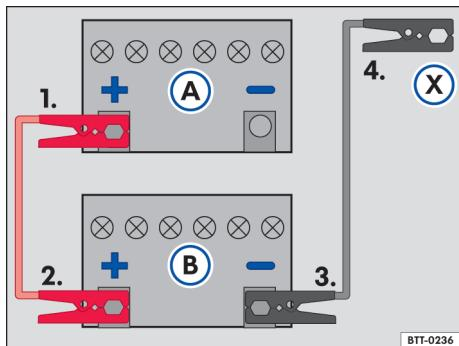

Fig. 123 Esquema para a conexão dos cabos auxiliares de partida: bateria descarregada **(A)** e bateria fornecedora de corrente **(B)**.
- Conectar uma extremidade do cabo de auxílio na partida **preto** ao polo negativo **(-)** da bateria do veículo fornecedora de corrente **(B)** → **Fig. 123**.